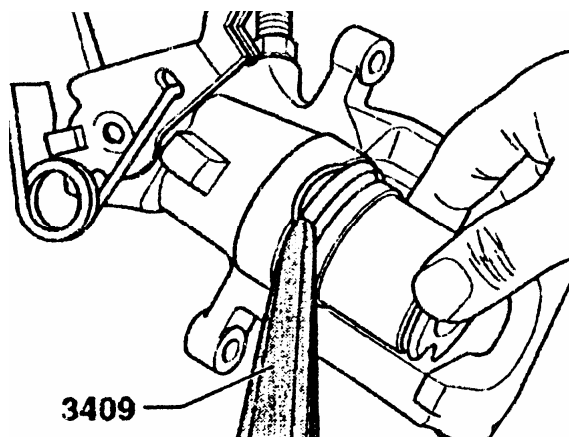

图 13-76 装入护盖内密封唇
- (1) 用酒精清洗活塞和密封圈表面并晾干。安装前，活塞和密封圈上涂 G 052 150 A2。
- (2) 将护盖外密封唇装到活塞上。
- (3) 如图 13-76 所示，用 3409 装入护盖内密封唇，注意应将活塞固定在制动钳壳体前。